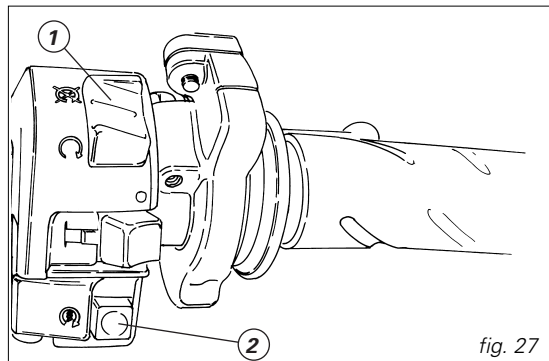

fig. 27
3) Assurez-vous que le commutateur d'arrêt (1, fig. 27) est en position  (**RUN**) ; appuyez ensuite sur le bouton-poussoir de démarrage (2).